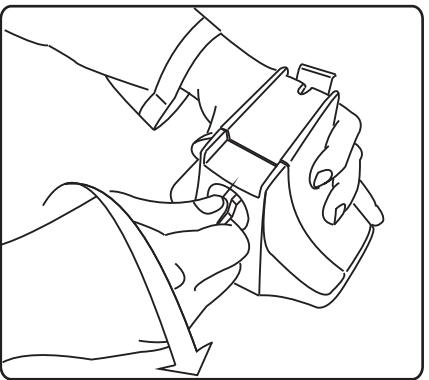

Рис. 4
3. Поворотом ключа по часовой стрелке на угол  $\approx 90^\circ$  откройте замок (рис.4).